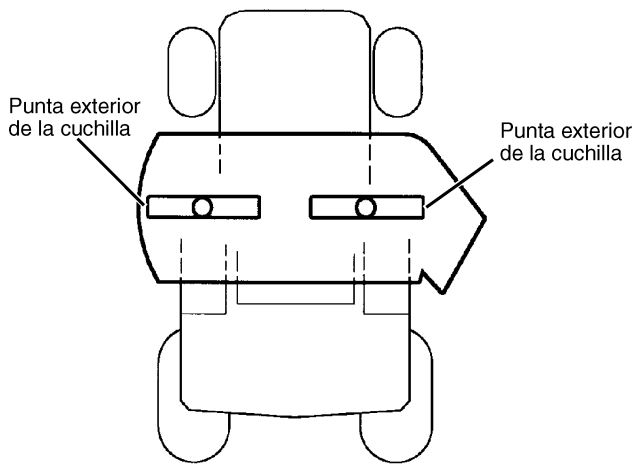

FIGURA 28
- Mida la altura desde la superficie nivelada hasta la punta externa de la cuchilla en las cuchillas izquierda y derecha (Vea la FIGURA 28). La diferencia entre las mediciones no deberán exceder a **6 mm (1/4 de pulgada)**.